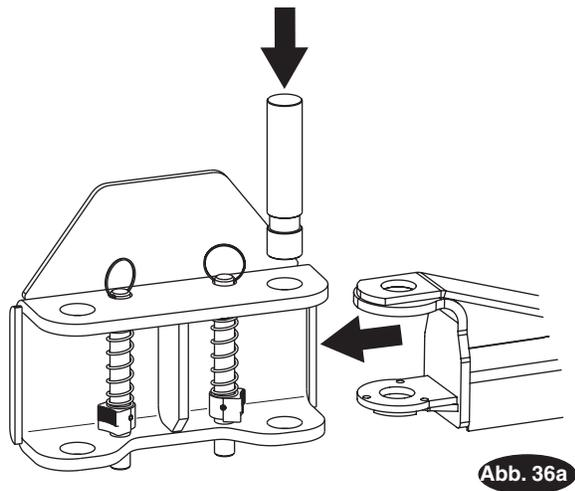

Abb. 36a
**29. Arme und Führungen:** Vor dem Installieren der Arme den Schlitten in eine geeignete Höhe bringen. Schwenkarmstifte und Löcher mit Lithiumfett einschmieren. Arm in Bügel einführen, Abb. 36a. 1-3/4" Durchmesser Armstift(e) installieren, Abb. 36a.